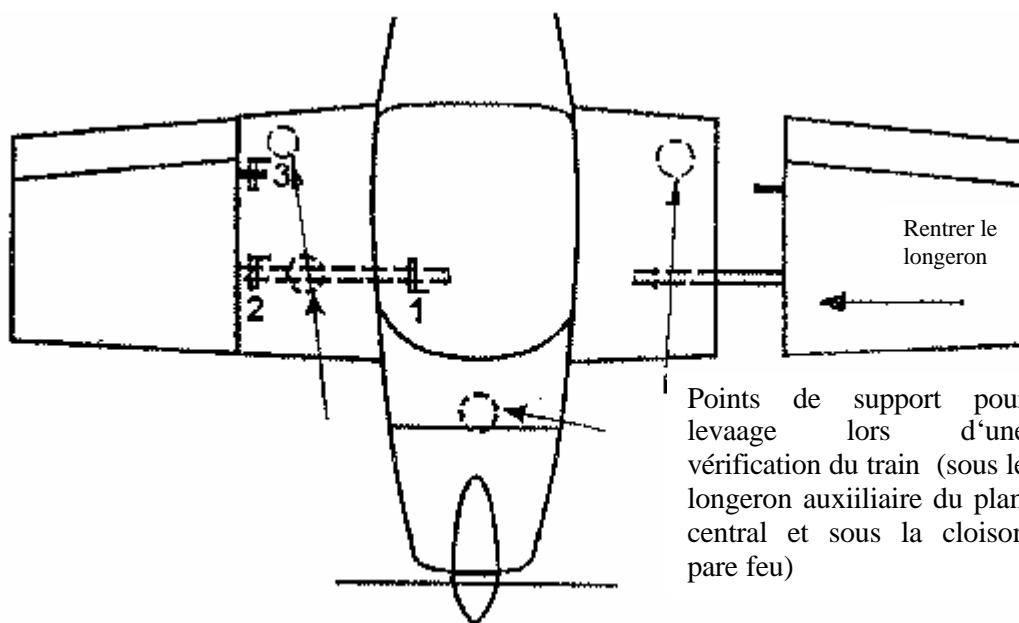

Fig. 3 Insertion des longerons d'aile dans le plan central de l'aile, position des points de levage.
1. Engager le moignon de longeron de l'aile droite dans la fourche du panneau central et pousser l'aile de manière à ce que l'écartement entre le plan central et la nervure d'emplanture de l'aile soit d'environ 100 mm. (Fig.3)
4. Sortir l'aile en la tirant vers l'extérieur pour que la fente entre l'aile et le panneau central soit d'environ 100 mm (Fig. 3). Déconnecter les tuyaux reliant le tube Pitot-statique aux instruments (déconnecter les fils des feux de position s'il y en a)